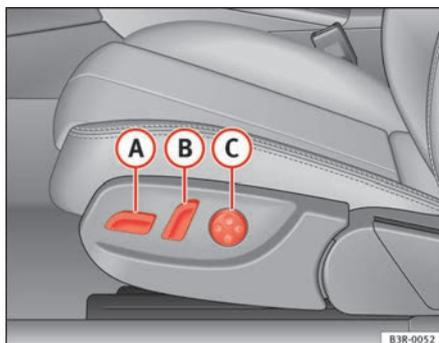
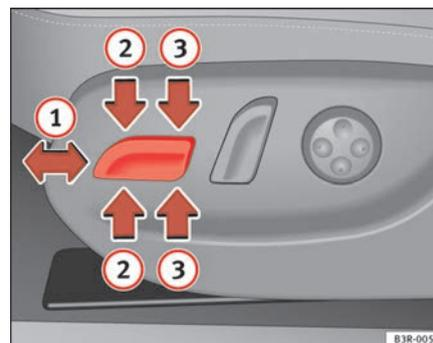

Fig. 105 Banco dianteiro: Comandos para a regulação
Fig. 106 Banco dianteiro: Comandos para a regulação dos bancos
- Desloque o comando **A** ⇒ fig. 105 para a frente ou para trás **1** ⇒ fig. 106 ⇒ **!**.